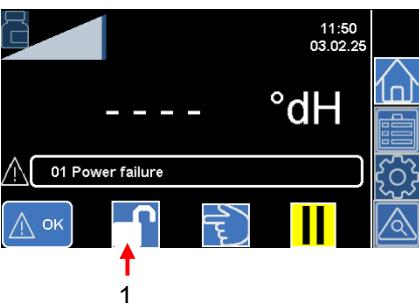

Abbildung 19
1. Drücken Sie im Menü **Messwerte** auf das Icon **Passwort** (1) (siehe Abbildung 19).